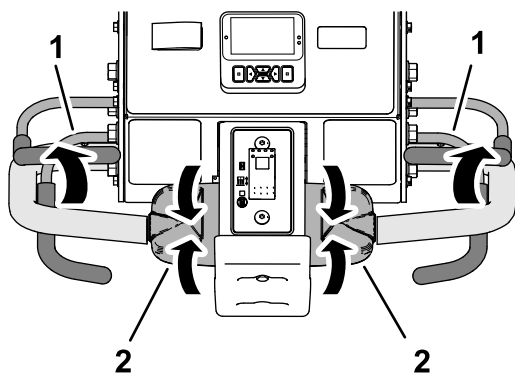

図 91
1. 走行コントロールから手を離してニュートラル位置に戻し、オペレータベイルから手を離す図 91。